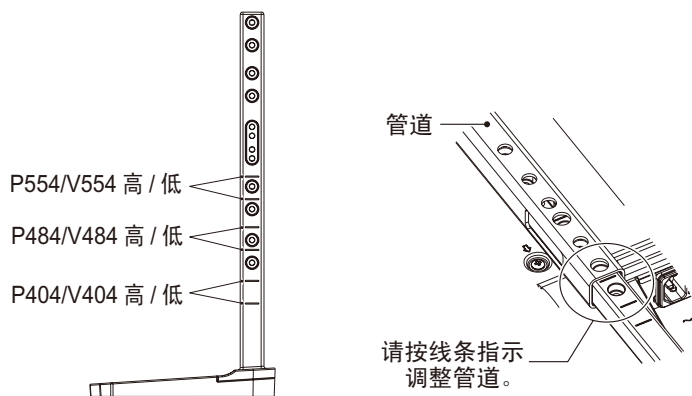

图 3
1. 立柱上的线条是高度调整指示线（图 3）。请按线条指示调整管道。